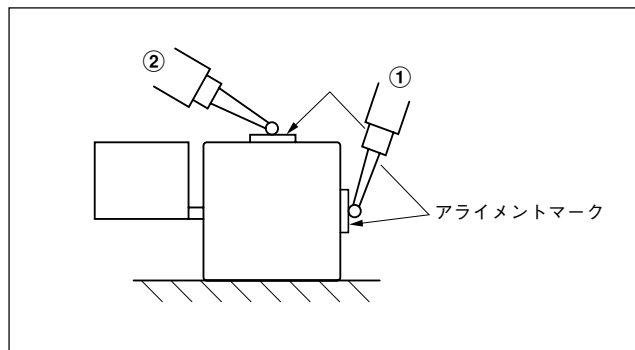

図3-7. スケールと機械の走り測定
(4) スケールと機械の走りとの平行度測定
スケール側面のアライメントマーク位置 (図3-7. ①) に直接ピックテストまたはダイヤルゲージを当て、機械の走りに対してスケールの平行を出してください。